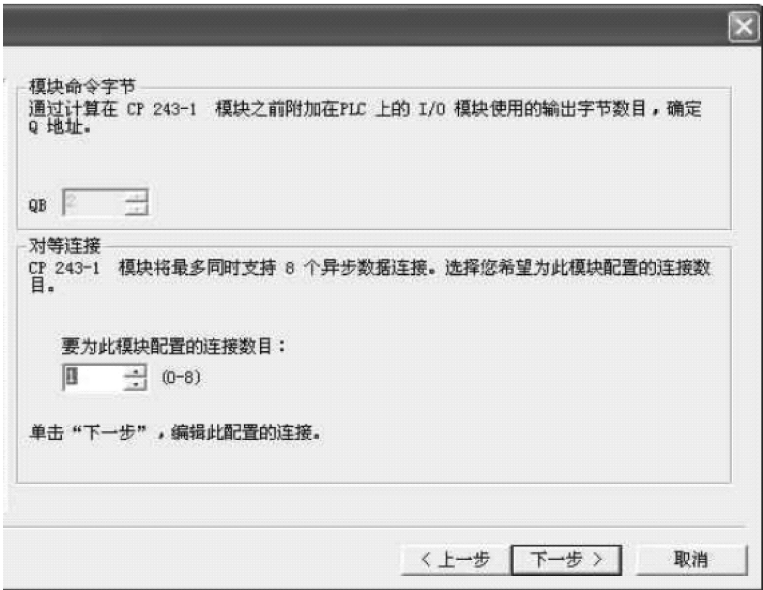

图 7-43 选择“对等连接”数
5) 在图 7-43 中，输入以太网模块的输出内存地址（Q 地址）。智能模块的命令字节是指定给模块的 Q 字节（输出字节）。如果在该向导中处于连接状态，使用读取模块位置，输出内存地址会自动显示。